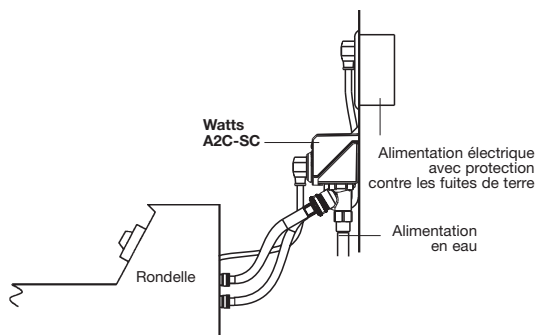

Figure 4
11. Branchez le cordon d'alimentation de l'IntelliFlow dans la prise électrique qui a été éteinte (Figure 4).